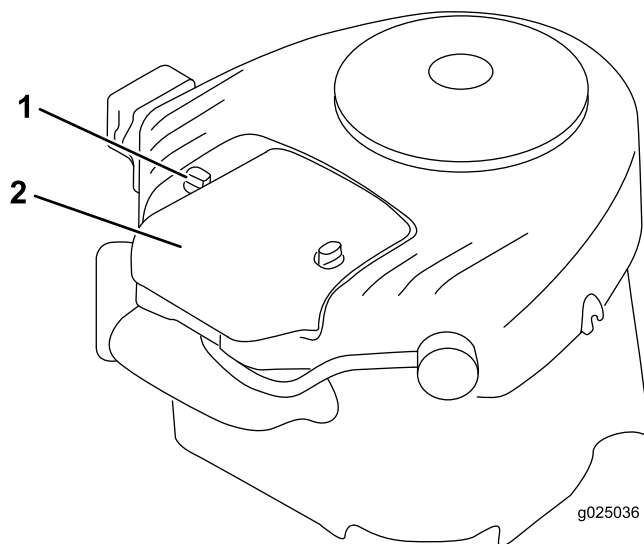

Figura 22
2. Desenrosque los pomos y retire la tapa del filtro de aire (Figura 22).
2. Instale la tapa del filtro de aire y los pomos (Figura 22).